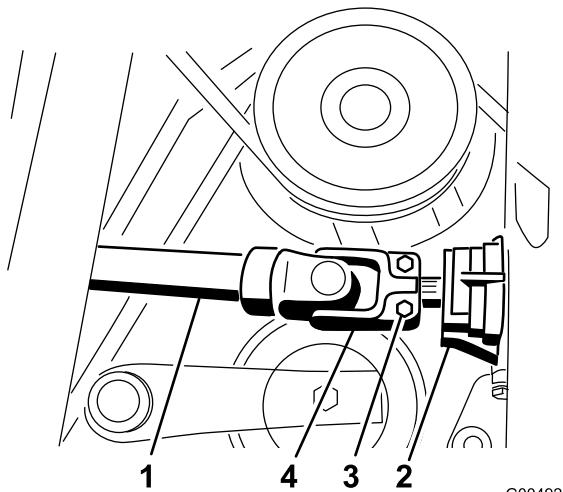

Bild 87
43. Schieben Sie die Antriebswelle auf die Getriebewelle (Bild 87). Setzen Sie den Rollstift ein und ziehen Sie die Schrauben bis auf 20-25 Nm an.